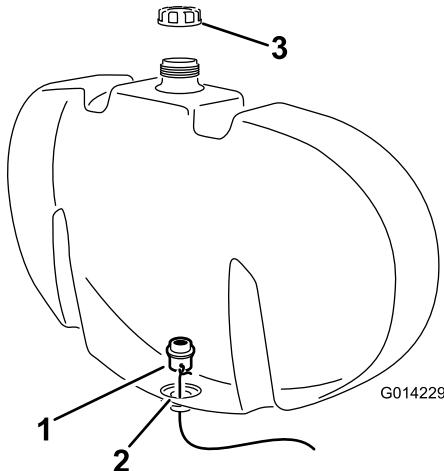

Figura 7
- Utilice el alambre para guiar el pasamuros hasta el orificio de la parte inferior del depósito (Figura 7).
- Coloque el pasamuros en su posición, asegurándose de que la junta transparente se asiente contra la pared interior del depósito de enjuague (Figura 7).